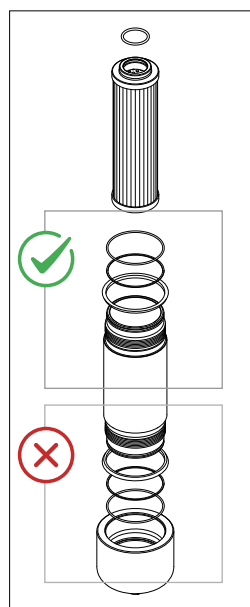

fig. 23
- (Fig. 23) Alloggiare 1°: la guarnizione testata, 2°: l'anello antiestrusione e 3°: l'O-ring nella gola del contenitore, inserire l'O-ring nel cerchietto dell'elemento filtrante